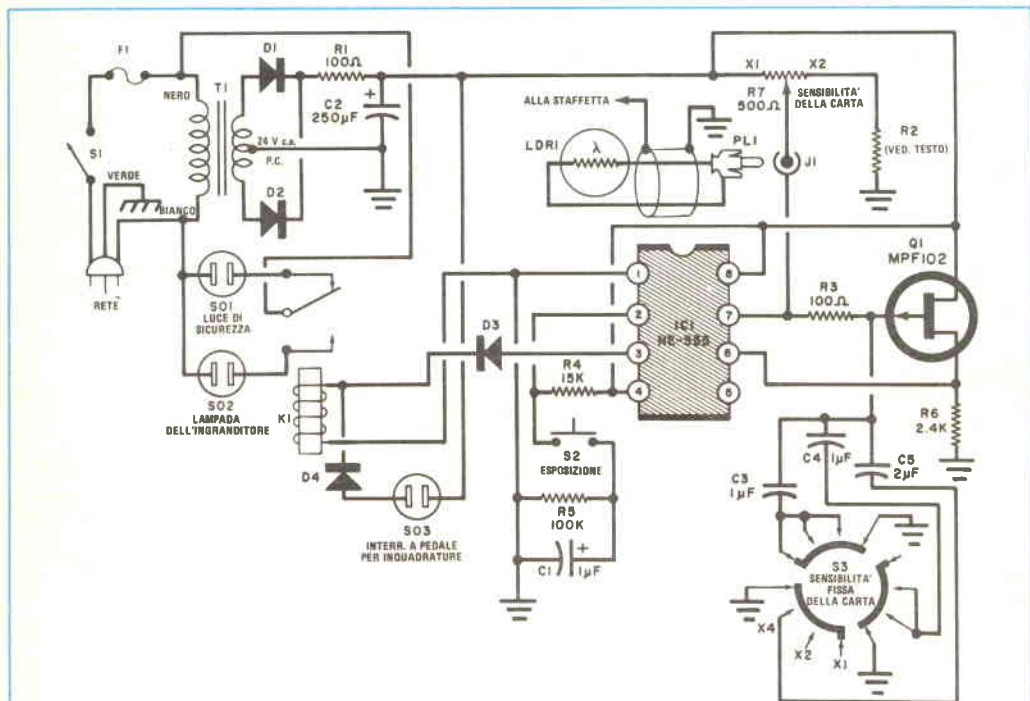
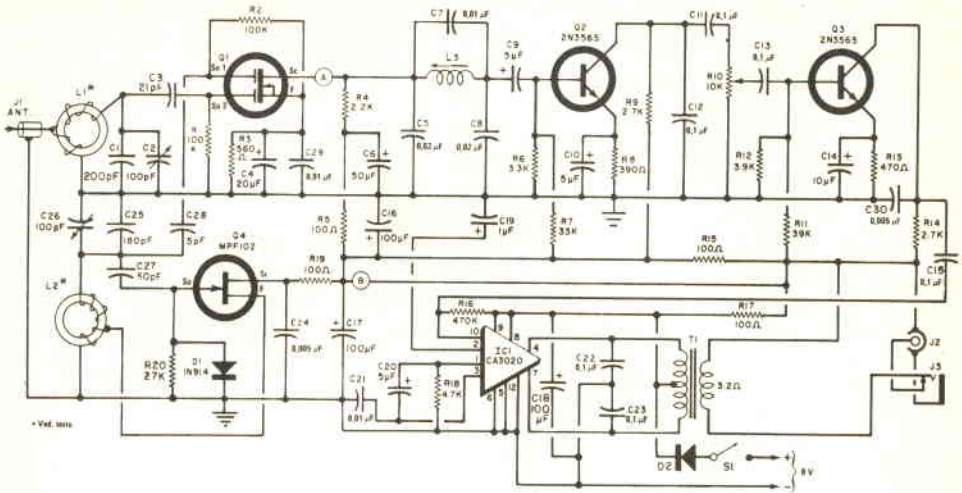

Fig. 1 - L'elemento sensibile è una fotoresistenza che varia i valori circuitali per controllare l'ingranditore.
Fig. 2 - Nel ricevitore, di cui è riportato qui sopra lo schema elettrico, vengono usate bobine toroidali per L1 e L2. Q1 è un MOSFET a doppia porta.
**Come funziona** - L'elemento sensibile usato nel sistema di controllo, (il fotoresistore LDR1 nella *fig. 1*), è sensibile a tutto lo spettro visibile e rende il sistema adatto per la stampa su carte di qualsiasi gradazione e sensibilità; montato su una squadra del marginatore e orientato verso il piano di stampa, riceve la luce riflessa dall'immagine proiettata nel momento in cui si preme il pulsante S2. A questo punto LDR1 stabilisce un certo valore di resistenza per un dato livello luminoso. Questa resistenza, unitamente a C3, determina il tempo di accensione della lampada dell'ingranditore che è direttamente collegata all'apparato tramite la presa SO1.
La conversione diretta è un tipo di progetto molto trascurato, che può essere meglio descritto confrontandolo con il sistema più comune, la supereterodina. Nel sistema supereterodina (*fig. 1-a*) il primo stadio è un amplificatore RF, il quale è seguito da un mescolatore dove il segnale viene combinato con l'uscita di un oscillatore locale. La frequenza di quest'ultimo è di un certo valore al di sopra od al di sotto della RF e la differenza viene denominata "frequenza intermedia". L'uscita del mescolatore contiene una componente di alta frequenza ed una com-
La tecnica di conversione diretta è un procedimento molto più semplice. Lo schema a blocchi di questo sistema è riportato nella *fig. 1-b*. L'amplificatore RF immette nel mescolatore una versione amplificata del segnale ricevuto dall'antenna. Nel mescolatore viene anche immesso un segnale RF, della stessa frequenza del segnale portante in entrata, proveniente da un oscillatore locale, la cui frequenza viene regolata mediante il comando di sintonia. L'uscita del mescolatore contiene quindi un segnale ad audio-frequenza ed un segnale RF, la cui frequenza è doppia di quella originale. Il segnale RF viene poi filtrato mediante un filtro passabasso per cui resta un segnale audio, il quale viene amplificato da uno o più stadi di alto guadagno e l'uscita viene inviata ad un altoparlante o ad una cuffia. E' evidente che questi apparecchi non sono complessi come i ricevitori supereterodina a doppia o tripla conversione; ciononostante hanno una buona sensibilità e, usando un filtro audio di alta qualità e stretta banda passante, presentano una selettività paragonabile a quella di una supereterodina di prezzo da dieci a venti volte superiore.
**Come funziona** - Un confronto tra lo schema a blocchi (*fig. 1*) e lo schema elettrico (*fig. 2*) metterà in evidenza alcune differenze. Per motivi di economia, è stato ommesso l'amplificatore RF; tuttavia, il ricevitore è ancora abbastanza sensibile per ricevere molti segnali che non si potrebbero captare con un modello supereterodina "professionale" di basso costo. I segnali dall'antenna vengono trasferiti al mescolatore MOSFET (Q1) attraverso il circuito accordato LC, composto da L1, C1 e C2. Il transistor Q4 è l'oscillatore locale e la sua uscita viene immessa, attraverso un piccolo condensatore a mica argentata, C28, alla seconda porta di Q1. La bobina d'antenna, L1, e la bobina oscillatrice, L2, sono avvolte su piccoli nuclei toroidali, mezzo efficace per ottenere circuiti ad alto Q e quindi la selettività del circuito d'entrata dell'apparecchio.
I transistori Q2 e Q3 sono amplificatori audio convenzionali, funzione che qualsiasi tipo di transistor n-p-n al silicio può svolgere bene in questo circuito. Il resistore variabile R10 serve da controllo di volume e IC1 da amplificatore audio d'uscita ad alto guadagno. A questo scopo può essere usato un comune modulo audio che fornisca da 0,5 W a 1 W d'uscita. Volendo, si monti un jack per cuffia, come si vede nella *fig. 2*.